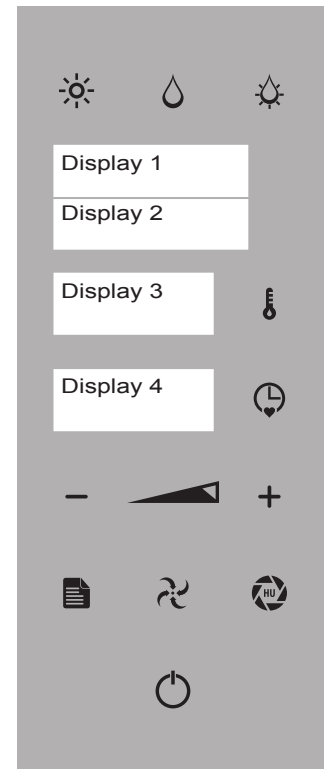

Abb. 1
- „STAND-BY“: „ENTER“-Taste leuchtet und Uhr wird angezeigt (Abb. 1 Display 3).
- „HAUPTMENÜ“: „ENTER“-Taste leuchtet und Uhr wird angezeigt (Abb. 1 Display 3) sowie Anzeige der Funktionen (Reinigung - Rezepte - Garen mit Kerntemperaturfühler - Speichern von Rezepten – Rezepte importieren - Update FW - AUS - Abb.1 - Display 1).
Bei der „Funktionsauswahl“ oder „Wahl der Parameter“ speichert der Kombidämpfer nach 5 Sekunden Inaktivität die Funktion oder den angezeigten Wert (Abb.1 Display 2 - 3 - 4).
Das „Programm“ und/oder „Rezept“ kann bei Bedarf aufgerufen und wiederholt werden. Im Gerät können bis zu 60 Programme gespeichert werden. Die Laufzeit jedes Programms kann nicht länger als 9 aufeinander folgende Betriebsstunden betragen. Innerhalb des „Programms“ sind 5 verschiedene Garschritte möglich. Der durch den Schriftzug „PHASE“ (Abb.1 Display 2) angezeigte Garschritt gibt die Gareigenschaften an, mit denen das Produkt verarbeitet wird.